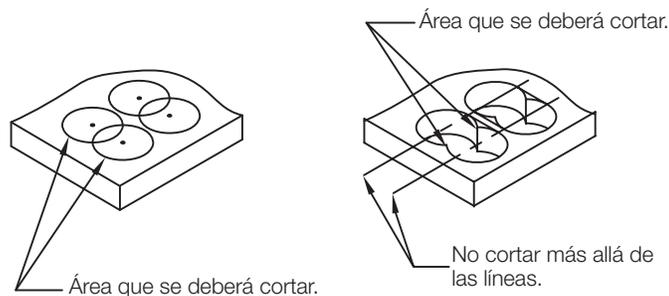

Figura 2
2. Retire la plantilla y corte dos orificios de 2-1 / 4 " usando los orificios guía para alinear la sierra con los orificios (Figura 2).